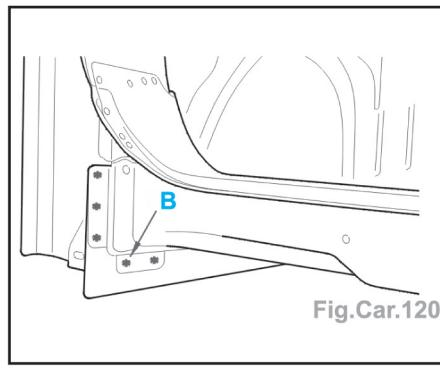

Fig.Car.120
- Découper par fraisage des points (opération symétrique) et découper par fraisage des points (côté G suivant **B**) par meulage des points côté D (Fig.Car.120).